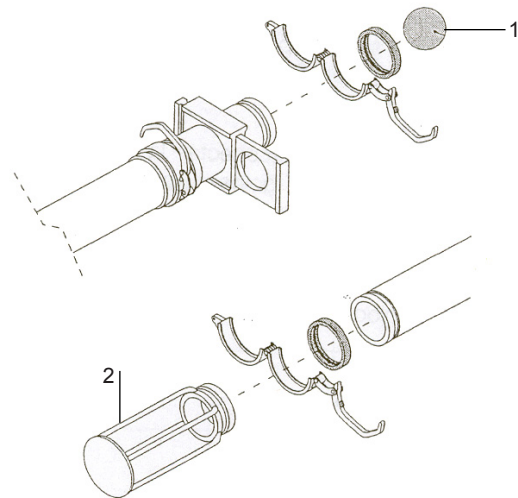
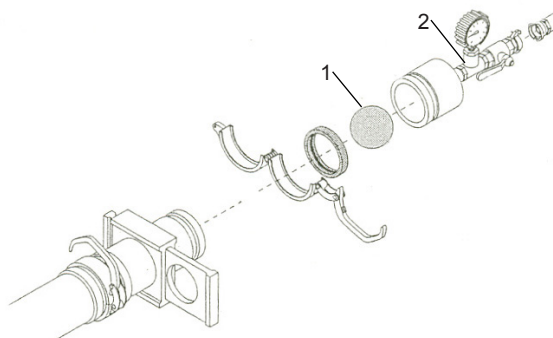

Fig. 23
Fig. 25
Empape una esponja con agua e introdúzcala en el tubo (fig. 23, ref. 1). Conecte de nuevo el tubo a la máquina. Conecte el recipiente (fig. 23, ref. 2) de recogida de la esponja a la salida del tubo, empleando el racor Victaulic y su junta.
Conecte el recipiente (fig. 23, ref. 2) de recogida de la esponja a la salida del tubo, empleando el racor Victaulic y su junta. Introduzca una esponja empapada de tamaño adecuado en el tubo (fig. 25, ref. 1) y conecte el dispositivo de limpieza con válvula de bola (fig. 25, ref. 2), suministrado de serie, controlando que quede bien bloqueado.
⚠ La esponja puede salir del tubo con fuerza: tienda correctamente el tubo final; en caso de obstrucciones o grumos en los tubos, la esponja no puede salir. Pare el suministro de aire mediante la palanca (fig. 25, ref. 2).
Vacíe el depósito del agua y ponga la palanca de vaciado (fig. 25, ref. 2) en posición vertical.
- Ponga la máquina en marcha y, con el motor en ralentí, regule el flujo de la bomba al mínimo mediante el selector (fig. 25, ref. 2) del cuadro eléctrico.
- Gire el selector de inversión (fig. 25, ref. 2).